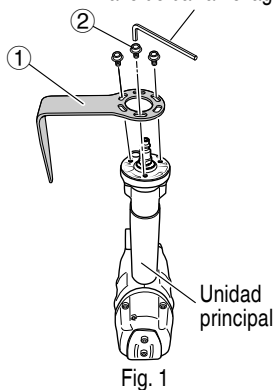

Fig. 1
- Fije el gancho (1) a la unidad principal en tres posiciones utilizando los pernos de brida M5 x 14 (2) (Fig. 1).